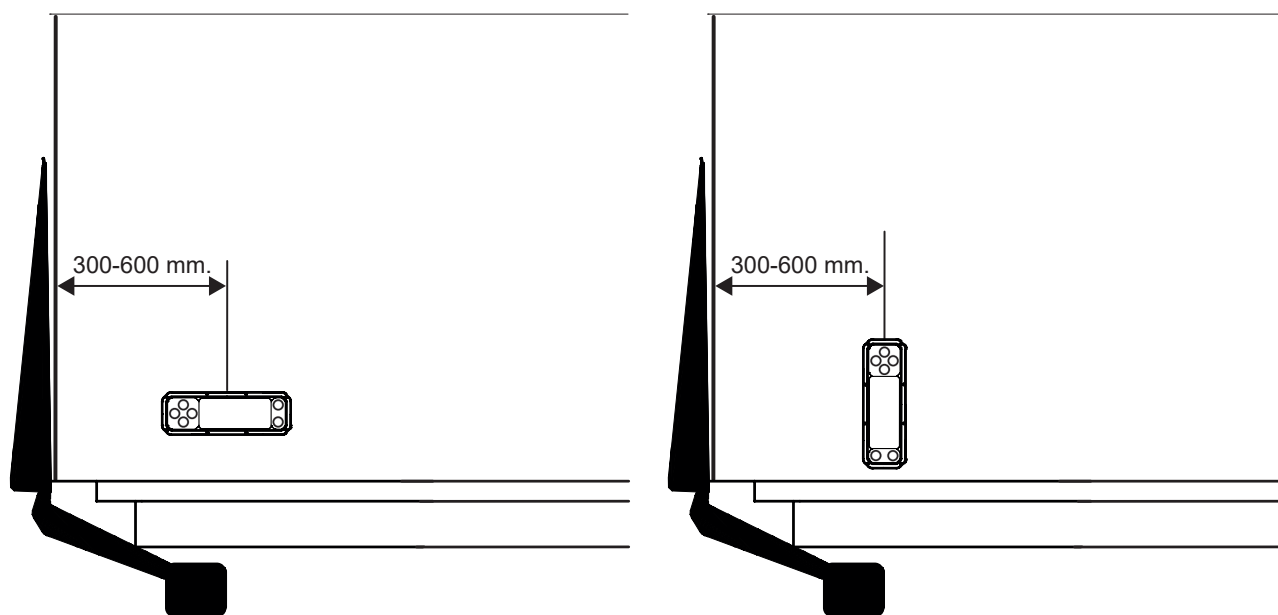

Bild 57. Montering av manöverdon
5. Montera därefter fast manöverdonet på skåpet. Se Bild 57